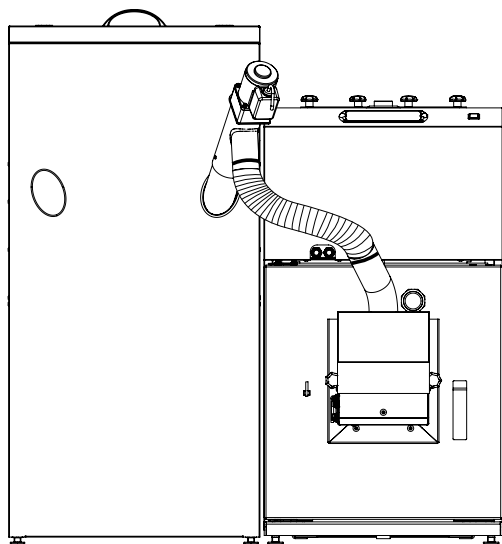

Bild 4. Korrekter Anschluss des Wellrohres des Fördergerätes
4. Den Neigungswinkel des Verbindungsstückes und die Länge des Wellrohres optimal anpassen. Das Wellrohr darf keine Bogen besitzen, was eine Verstopfung der Pellets im Inneren des Wellrohres verursachen könnte (siehe Bild 4 und 5). Der Neigungswinkel des Getriebemotors sollte nicht größer als 10° in Bezug zur vertikalen Lage sein. Ein größerer Neigungswinkel wird die Leistungsfähigkeit des Fördergerätes senken.